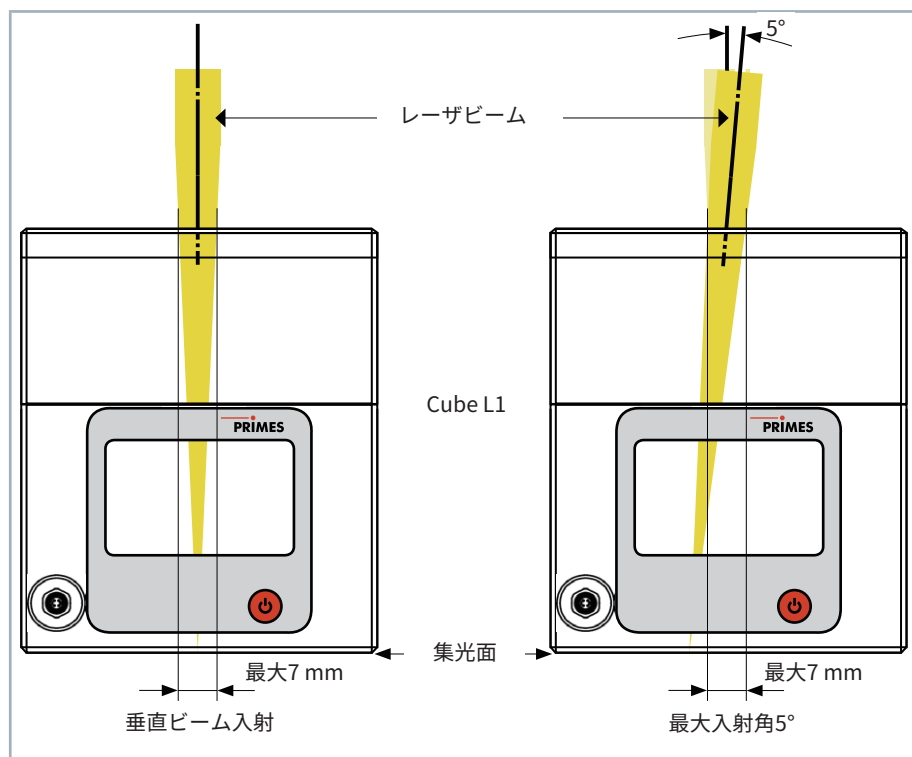

図8.1 レーザービームへのアライメント
キューブL1を、焦点位置より上に配置します (15ページの図8.1を参照)。レーザービームが集光しており、ビーム入射時の許容パワー密度を超えていないことを確認してください。レーザービームの焦点位置は、デバイスの下側に集光する必要があります。
1. デバイスをレーザ光に合わせます。(15ページ8.2章と15ページ図8.1の説明を参照。)